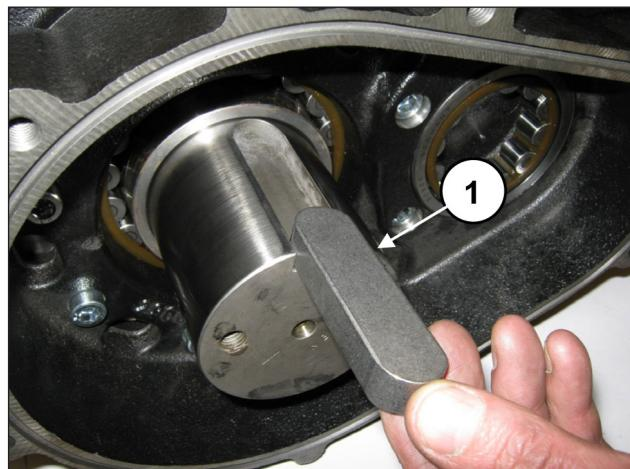
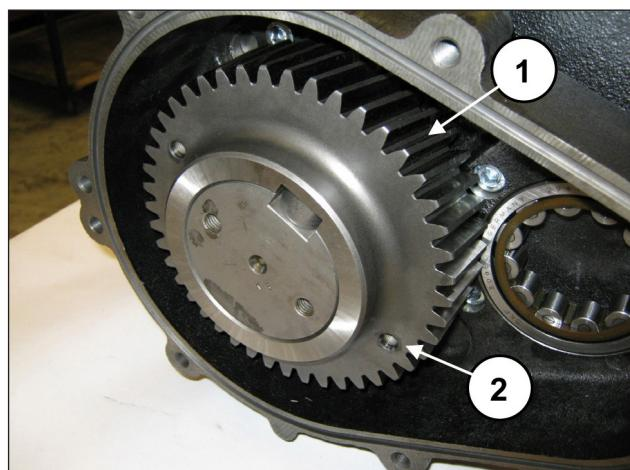

Fig. 76
Fig. 77
Coloque a lingueta 22x14x80 no lugar do eixo (pos. ①, Fig. 76) e insira a coroa no eixo (pos. ①, Fig. 77).
A coroa deve ser montada se assegurando que os dois furos M8 (a serem usados para a extração), fiquem virados para o exterior da bomba (pos. ②, Fig. 77).